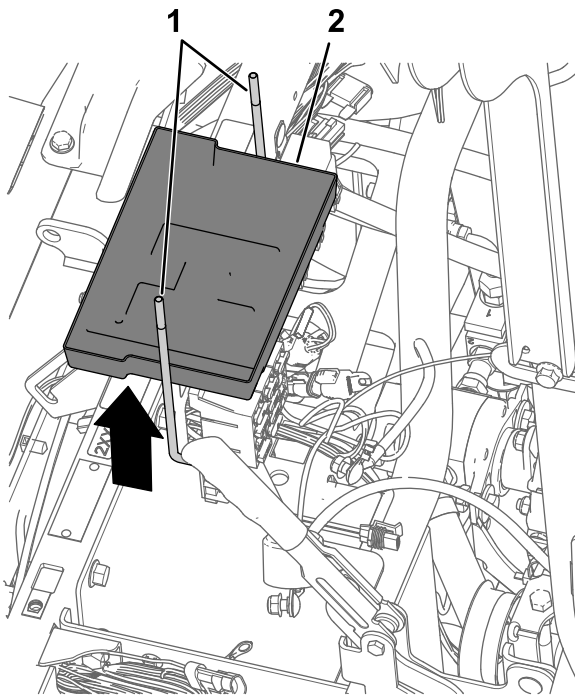

図 173
5. バッテリーブラケットから、Jボルト2本とバッテリートレイを取り出す 図 173。